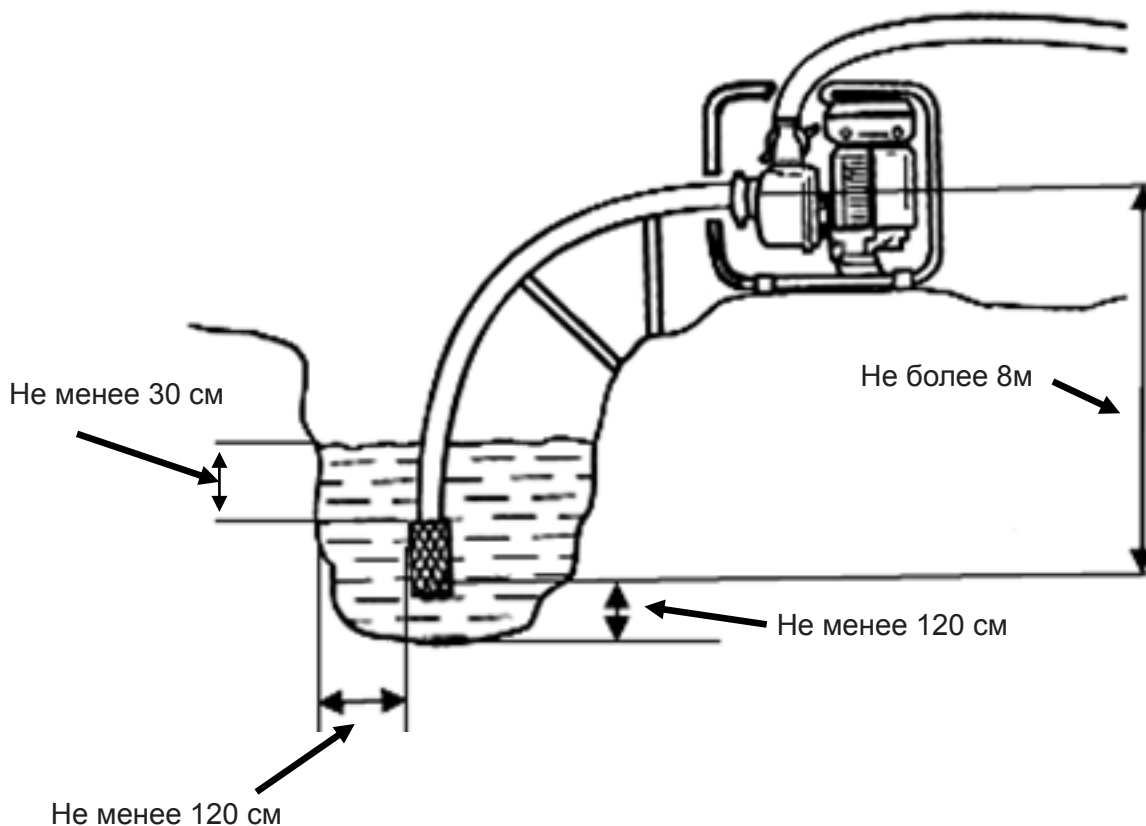

Рис.10
1. Установите мотопомпу вблизи водоема (емкости) на твердую ровную горизонтальную поверхность, опустите фильтр всасывающего рукава в водоем (емкость), обеспечив вертикальное положение фильтра. При установке соблюдайте все необходимые расстояния для всасывающего фильтра, как показано на Рис. 10.